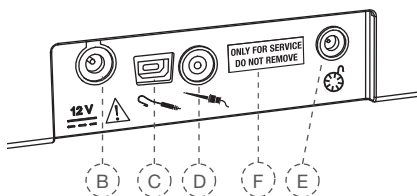

Fig. 3 Vedere din spate a racordurilor
Prin intermediul portului USB (fig. 3, F) se pot instala actualizări ale software-ului, respectiv se pot realiza lucrări de întreținere. Acest port servește exclusiv personalului de service autorizat și, la livrare, este acoperit cu eticheta "ONLY FOR SERVICE DO NOT REMOVE" (numai pentru service – nu îndepărtați). Eticheta trebuie îndepărtată numai de personalul de service. Singura excepție o reprezintă actualizarea cu software-ul R 1.0, care poate fi realizată de dumneavoastră, cu ajutorul instrucțiunilor de actualizare a VDW.GOLD®.
3. Conectați cablul încărcătorului de rețea la priza de racordare (fig. 3, B) de pe partea din spate a aparatului.
8. Introduceți cablul întrerupătorului pedală în priza de racordare (fig. 3, E) de pe partea din spate a unității de comandă.
10. Conectați fișa cablului clemei labiale în priza de racordare (fig. 3, C) de pe partea din spate a unității de comandă.
12. Conectați fișa cablului clemei de ac în priza de racordare (fig. 3, D) de pe partea din spate a unității de comandă.